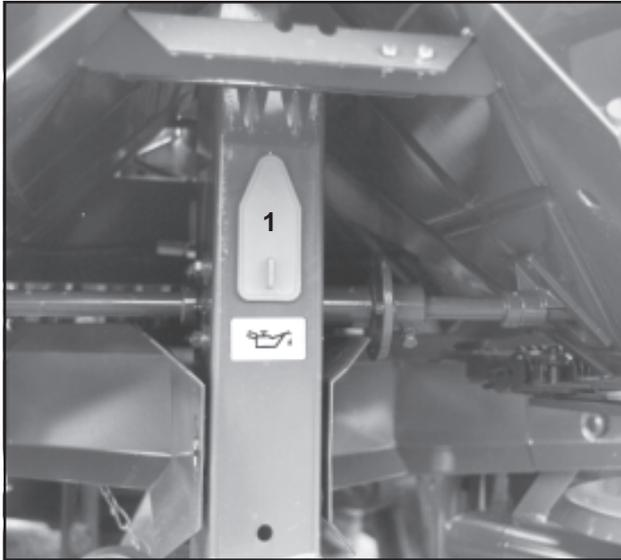

Fig. 9.1
2. Limpiar y engrasar la cadena de accionamiento del eje del agitador (Fig. 9.1/1).